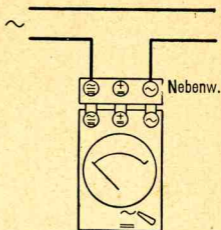

Abb. 5
3. An  und  anschließen nach Abb. 5.